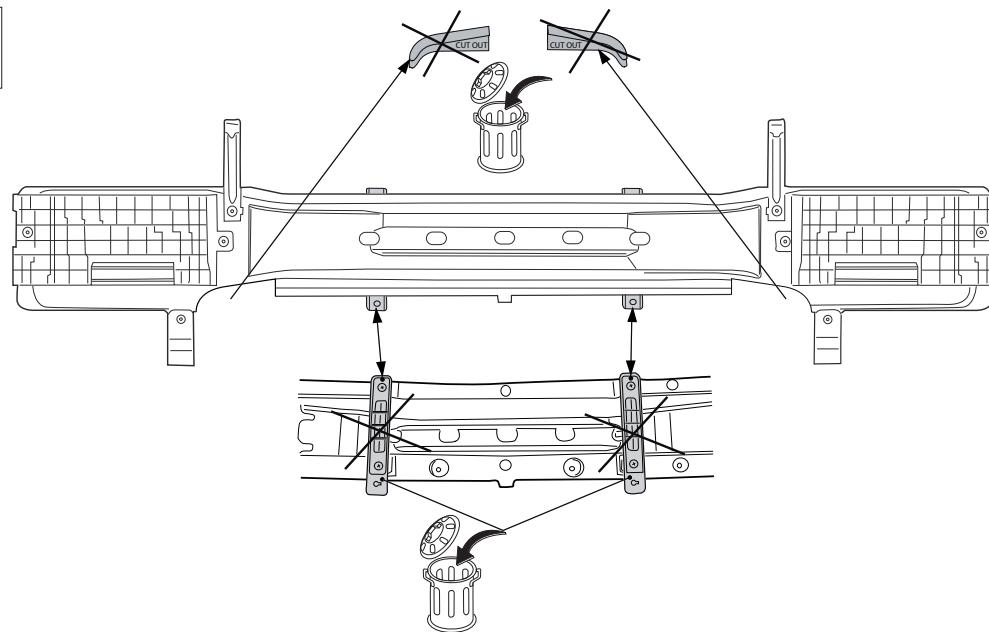

Fig.3
8. Вырезать указанные части из внутренней арматуры бампера, как указано на рис. 3 .